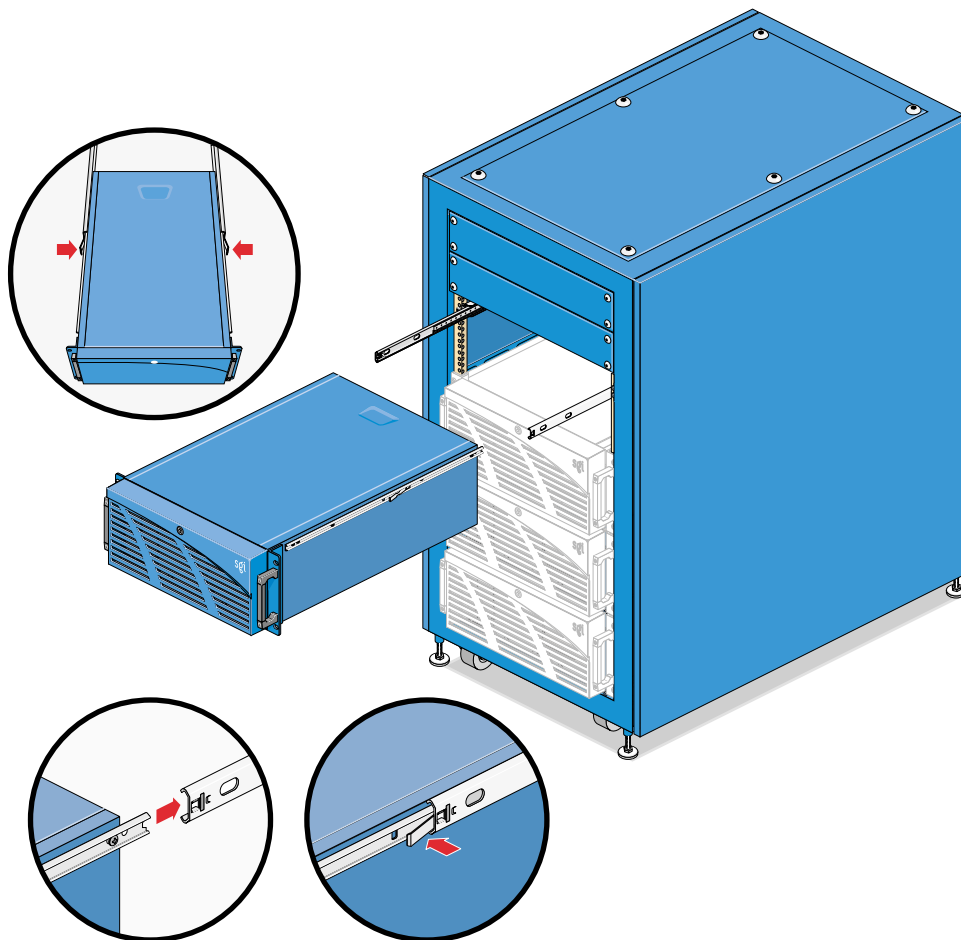

図 4-9 スライドレールのレバー
**メモ：**ノードをシステムに戻すには、両方のスライドレールのレバーを押します（52 ページの図 4-9 を参照）。
3. スライドレールを完全に引き伸ばしてノードをスライドレールから引き外せるようにするには、ノードを引き出しながら親指でノードの両端にあるレールのレバーを押します（図 4-9 を参照）。
4. レバーを放し、ノードをスライドから前方に引き外します（図 4-9 を参照）。ノードを持ち上げ、作業場所に置きます。